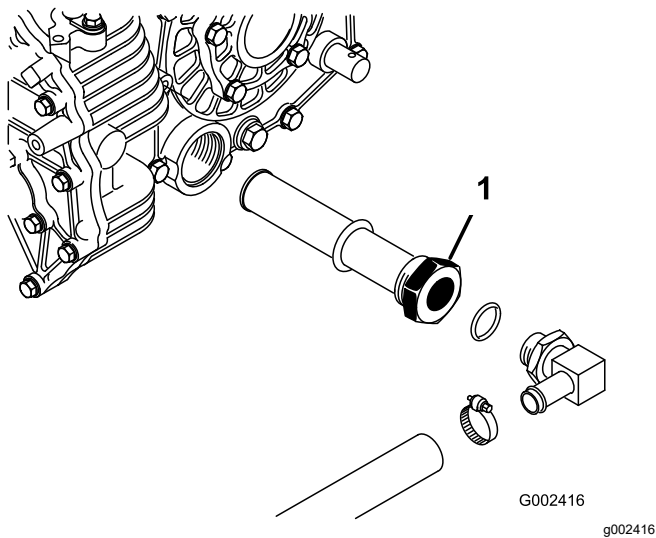

**Figura 72**
2. Retire o tampão de escoamento da parte lateral do reservatório e deixe o fluido hidráulico escorrer para o recipiente (Figura 72).